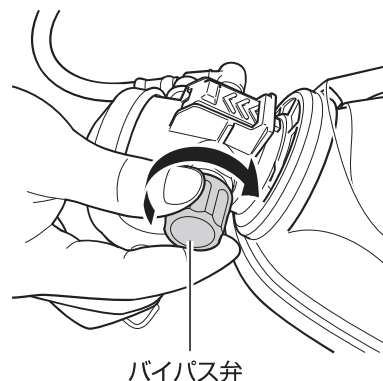

図 20 バイパス弁を閉じる
1. バイパス弁は時計方向に回し、閉じていることを確認する。(図 20 参照)
2. バイパス弁が閉じていることを確認する。(図 20 参照)